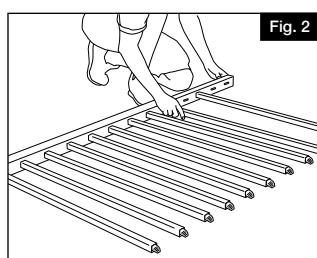

Fig. 2
- a. Couper les traverses supérieures et inférieures Transform et les montants à la longueur désirée, et installer les barreaux pour compléter l'assemblage de la section de barrière (Fig. 2)